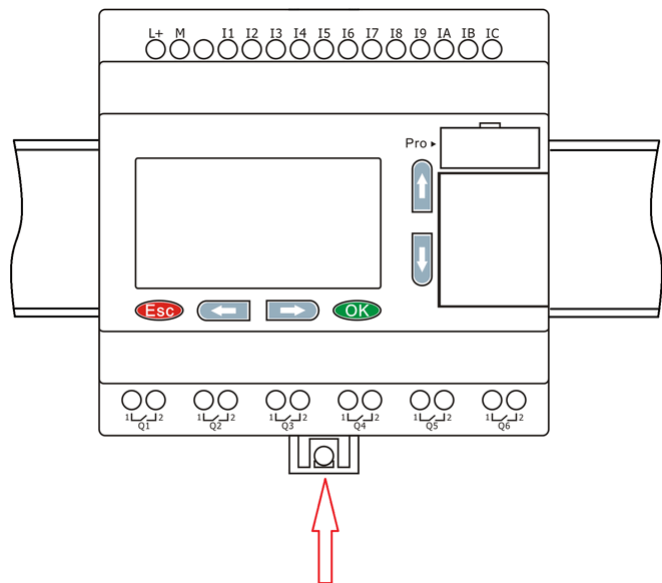

Рисунок 1.20 - Монтаж на DIN-рейку
2. Установите модуль на DIN-рейку таким образом, чтобы верхняя защелка зафиксировалась на DIN-рейке. Далее, придерживая модуль, нажмите на нижнюю защелку и зафиксируйте модуль (рисунок 1.20).